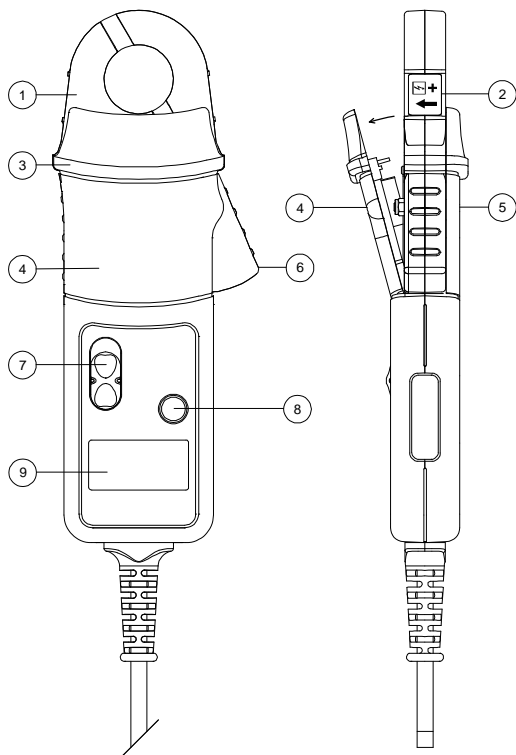

FIG 1
- No sujete nunca las tenazas más allá de la protección contra el contacto con los dedos, ver FIG. 1.
Al alcanzar el mínimo nivel de carga de baterías, aparece el símbolo de "Low Battery" en el display del instrumento. (Ver fig. 1.) Para cambiar las baterías, proceda de la siguiente manera:
Desmunte el tornillo de la tapa del compartimiento de baterías. Levante 30° y desmunte la tapa (ver fig 1). Inserte las nuevas baterías y monte y fije la tapa con el tornillo previsto.